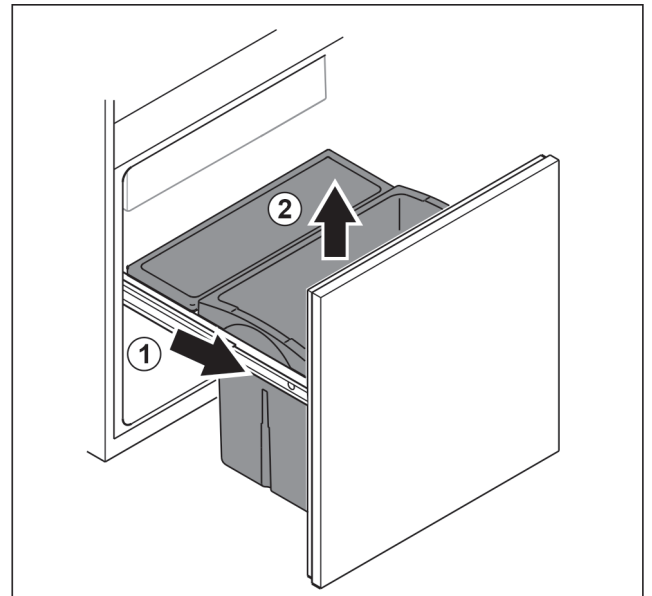

Fig. 89
- ▶ Wsunąć wózek wysuwany do oporu. Fig. 89 (1)
- ▶ Wyjąć szufladę do góry. Fig. 89 (2)